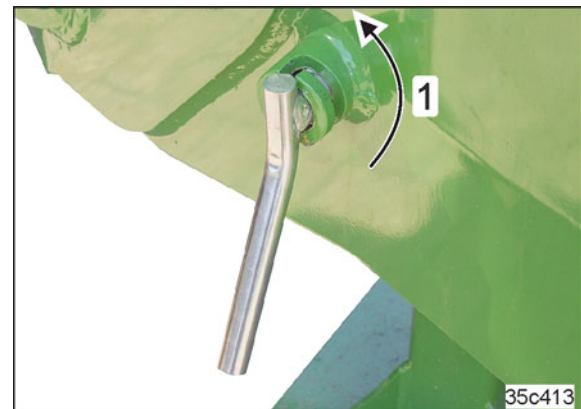

Fig. 140
- 5.1 Răsuciți bolțul asigurat (Fig. 140/1) cu 180°, până când manșonul de strângere se eliberează (vezi Fig. 142/1).
8. Asigurați bolțul prin răsucire (vezi Fig. 140)